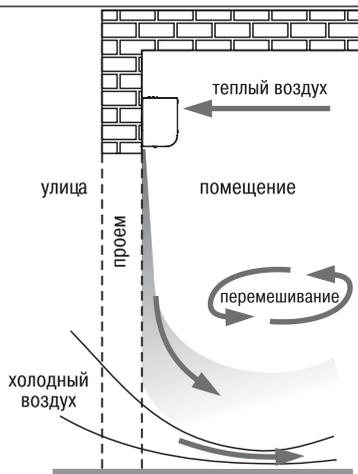
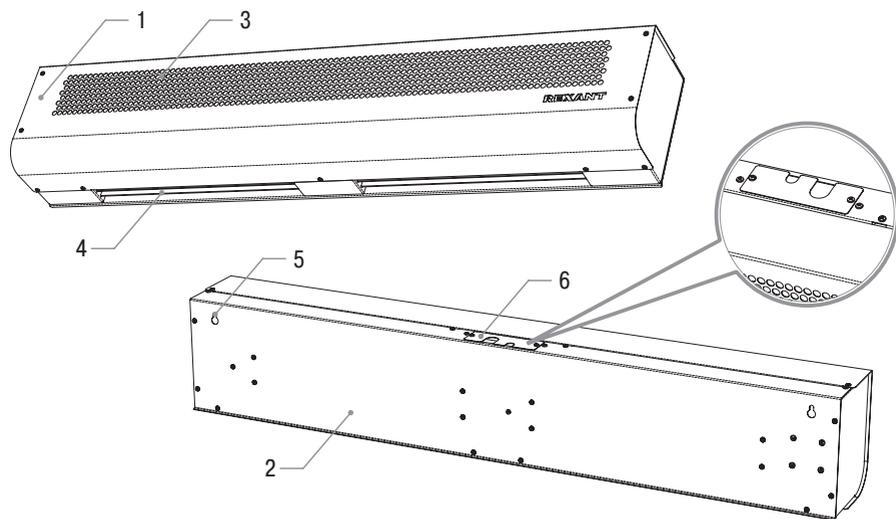
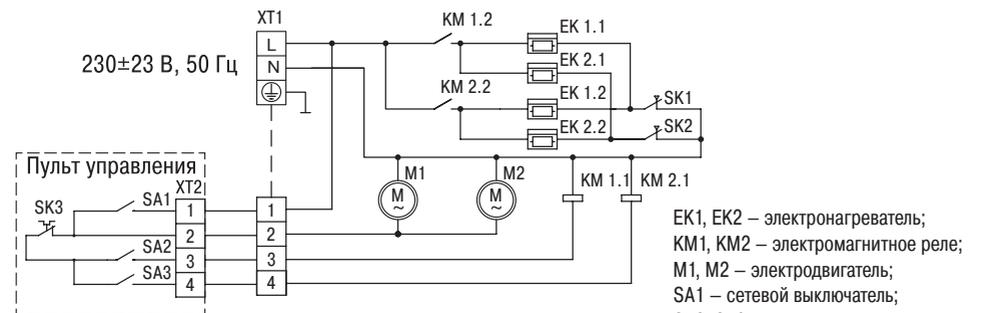

Рисунок 1.
Рисунок 2. Элементы конструкции тепловой завесы
Рисунок 4.
4. Принцип действия прибора основан на защите смесительного типа: наружный холодный воздух смешивается с нагретыми струями завесы в пределах тамбура или вестибюля. Подробно принцип действия описан в разделе «Устройство и принцип работы» и на рис. 1.
- режим «Вентиляция» (0) – без включения нагревательных элементов,
- режимы вентиляции с подогревом потока воздуха: режим «ЭКО» (I) – неполная тепловая мощность завесы и режим «Стандарт» (II) – полная тепловая мощность. Ступенчатая регулировка мощности, а также включение режима «Вентиляция» осуществляются с помощью пульта управления (настенного термостата), идущего в комплекте поставки.
1. Завеса (см. рис. 2, 3) представляет собой металлический корпус, состоящий из передней панели (1) и задней панели (2), внутри которого на шасси расположен вентиляторный блок с игольчатым электронагревательным элементом (стич-элементом, на чертеже не показан). Внутри корпуса, в нижней его части, расположено сопло (4).
2. На задней поверхности корпуса расположены фигурные прорезы (5) для монтажа на стену.
3. Схема электрических соединений и узлов прибора показана на рис. 4.
4. Принцип работы тепловой завесы смешительного типа показан на рис. 1. Вентиляторный блок, установленный внутри завесы, всасывает внутренний воздух помещения через воздухозаборные отверстия (3) (см. рис. 2) на передней стороне корпуса, нагревает его нагревательными элементами и выбрасывает нагретый воздух через сопло (4) в виде мощной узконаправленной струи. Нагретые струи завесы интенсивно смешиваются с поступающим холодным наружным воздухом, повышая температуру до требуемой.